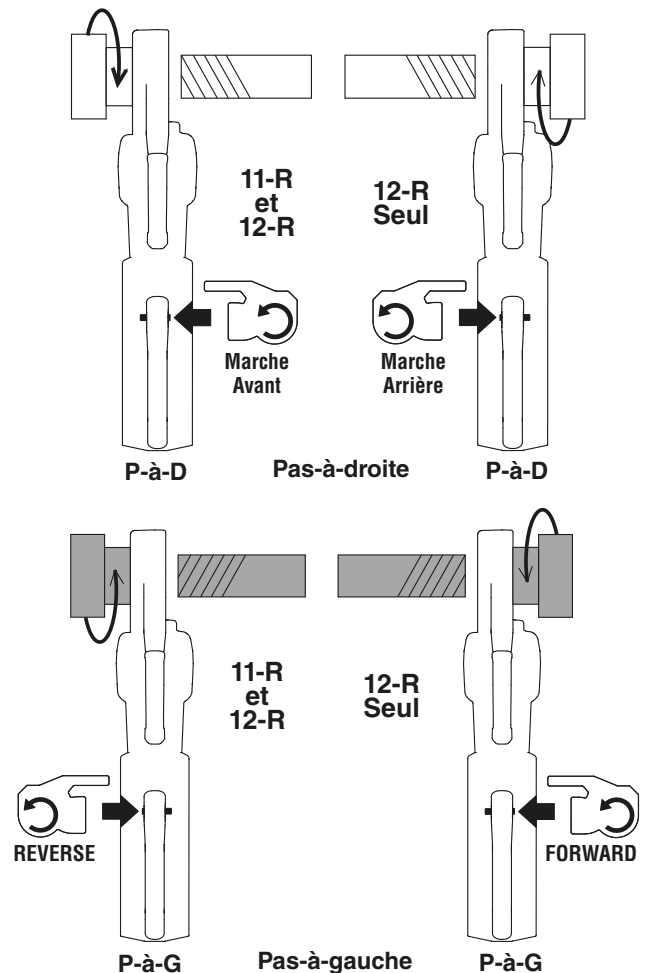

Figure 9 – Position de l'inverseur et orientation des têtes de filière
7. Utilisez l'inverseur marche avant/marche arrière du système d'entraînement pour déterminer le sens de filetage (pas-à-droite ou pas-à-gauche) voulu. (Figure 9).